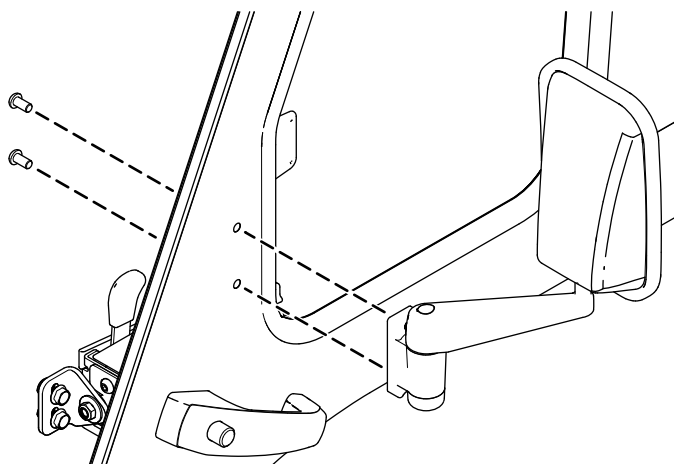

Figure 4
2. Fixez le rétroviseur sur la porte à l'aide de 2 vis Torx (M8 x 16 mm), comme montré à la Figure 4.